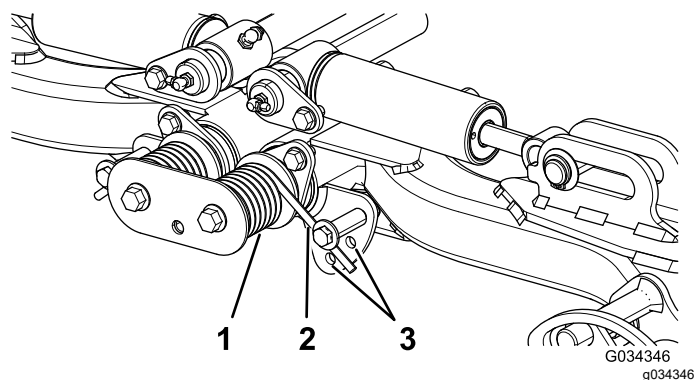

図 34
2. 調整作業の最中に、スプリングのテンションが掛からないようにするため、スプリングの長い方の端にパイプなどを通してスプリングの力を殺しておく図 34。
3. スプリングのテンションをなくしたら、スプリングアクチュエータを固定しているボルトとロックナットを外す図 34。